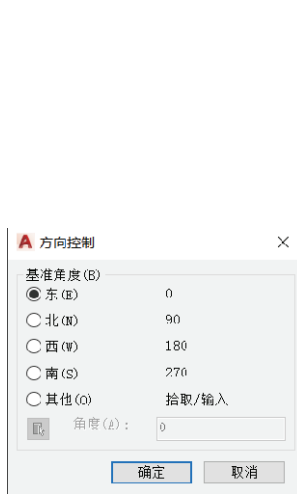

图 2-2 “方向控制”对话框
(1) 在“长度”选项组中指定测量的当前单位及当前单位的精度，其中从“类型”下拉列表框中可以设置测量单位的当前格式，如“小数”“分数”“工程”“建筑”和“科学”，其中，“工程”和“建筑”格式提供英尺和英寸显示并假定每个图形单位表示一英寸，其他格式可以表示任何真实世界单位。
(2) 在“角度”选项组中指定当前角度格式（如“十进制度数”“百分度”“度/分/秒”“弧度”或“勘测单位”）和当前角度显示的精度，通常取消勾选“顺时针”复选框以默认正角度方向是逆时针方向。
(3) 在“插入时的缩放单位”选项组中控制插入到当前图形中的块和图形的测量单位，如果块或图形创建时使用的单位与该选项指定的单位不同，则在插入这些块或图形时，将对其按比例缩放，所谓的插入比例是源块或图形使用的单位与目标图形使用的单位之比。如果插入块时不按指定单位缩放，那么从该选项组的“用于缩放插入内容的单位”下拉列表框中选择“无单位”选项。当源块或目标图形中的“用于缩放插入内容的单位”设定为“无单位”时，将使用“选项”对话框“用户系统配置”选项卡中的“源内容单位”和“目标图形单位”设置。
(4) 在“输出样例”选项组中显示用当前单位和角度设置的例子。
(5) 在“光源”选项组中控制当前图形中光度控制光源的强度测量单位。
(6) 如果在“图形单位”对话框中单击“方向”按钮，将打开图 2-2 所示的“方向控制”对话框。